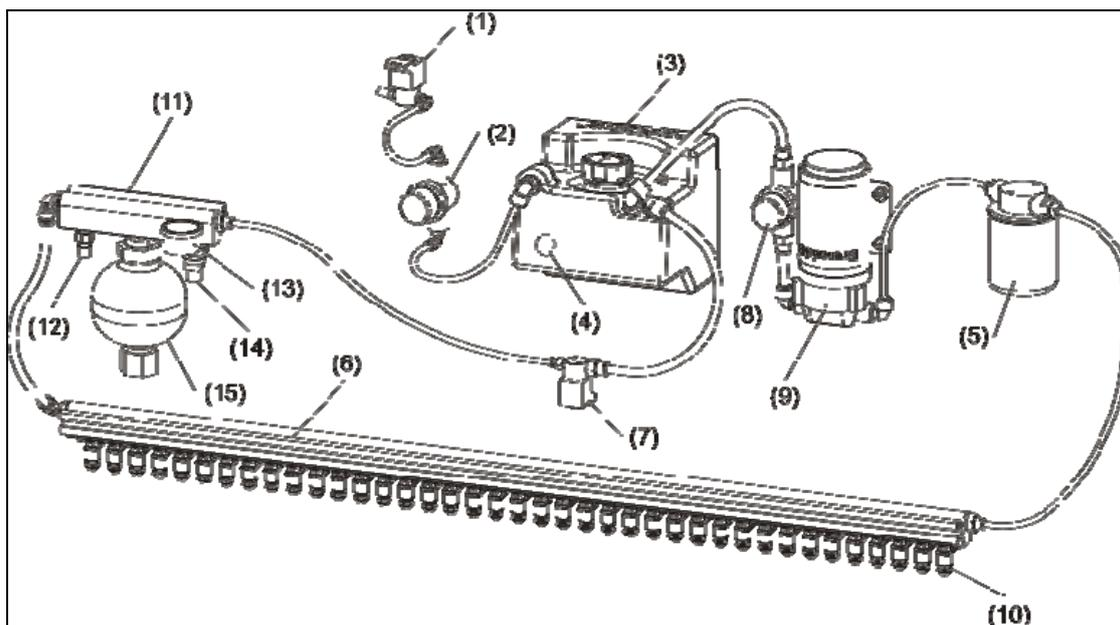

Рисунок 2-6. Система нанесения масла
2. Каждый инжектор при подаче сигнала с компьютера включается независимо от других инжекторов, нанося масло на отдельную дорожку на длину 1,2 дюйма. Такое нанесение позволяет с абсолютной точностью контролировать место и объем нанесения масла. См рис. 2-6.